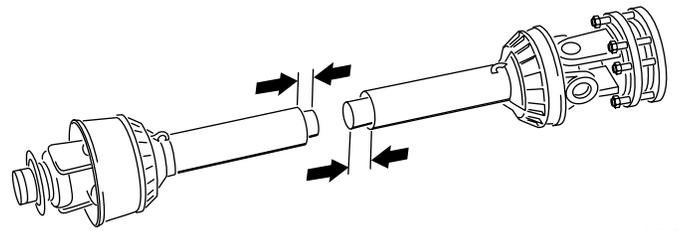

図 17
11. PTO を 2 つに分離する図 17。
12. 各シャフトの端から安全シールドまでの距離を測る図 17。それぞれの距離を記録する。